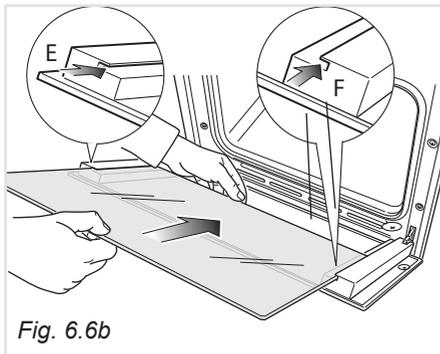
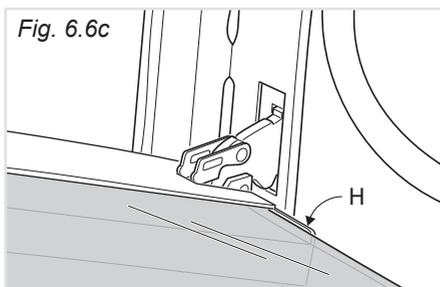

Fig. 6.6b
Fig. 6.6c
- Inserire il vetro nelle guide **E** ed **F** (fig. 6.6b) e farlo scorrere dolcemente fino ai fermi **H** (fig. 6.6c).